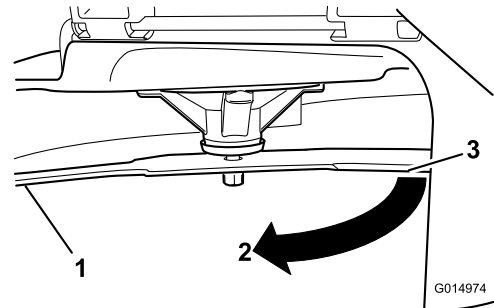

**Figura 51**
2. Llevando guantes fuertemente acolchados u otro tipo de protección apropiada para las manos, gire la cuchilla lentamente hasta una posición que permita medir la distancia entre el filo de corte y la superficie nivelada en la que descansa la máquina (Figura 51).